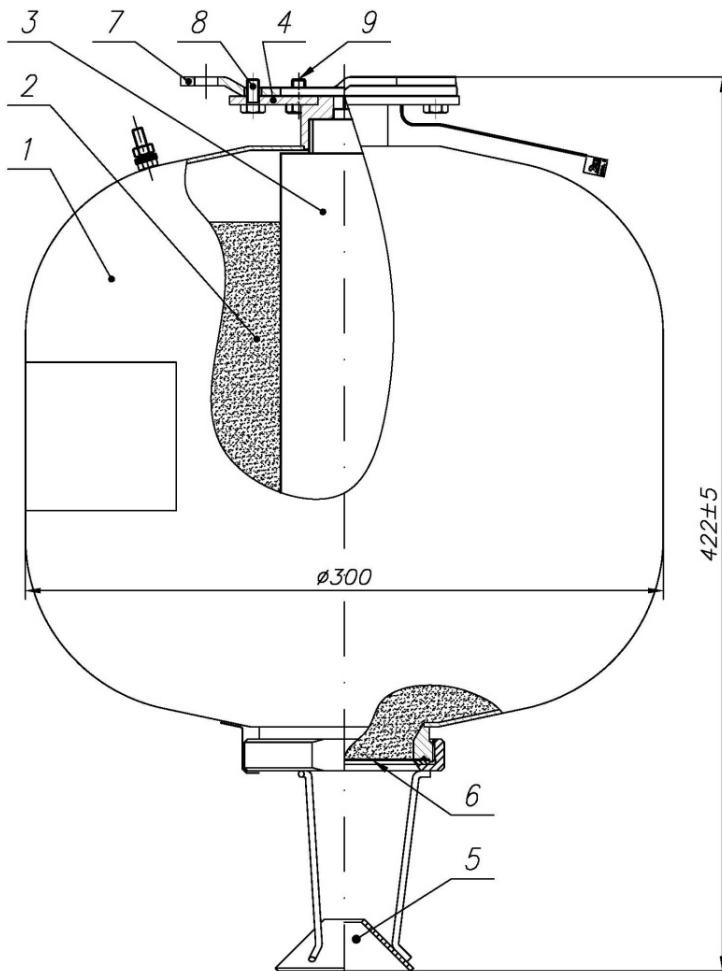

Рисунок 1 - Устройство модуля порошкового пожаротушения Буран-15И
6.5 Соединить держатель модуля 4 (рис. 1) с кронштейном 7 так, чтобы головки болтов 9 вошли в широкие части пазов держателя модуля. После этого повернуть модуль вокруг оси до упора, болты при этом заходят в узкие части пазов идерживают модуль в подвешенном состоянии. Зафиксировать от поворота модуль относительно кронштейна болтом 8. Затянуть болты 9.
– Слесарным зубилом разрушить мембрану (поз. 6, рис.1). Высыпать огнетушащий порошок в полиэтиленовый мешок или другую водонепроницаемую емкость. Производственные помещения, в которых производится работа с огнетушащим порошком, должны быть оборудованы приточно-вытяжной вентиляцией, обеспечивающей движение воздуха со скоростью от 0,3 м/с до 0,7 м/с. При проведении работ необходимо соблюдать меры предосторожности, указанные в п.5.2 и 5.3. Порошок утилизировать согласно п.5.3.